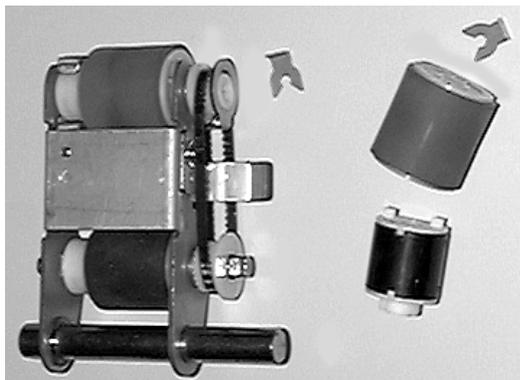

Figure 4-45 Kit du rouleau d'entraînement de l'imprimante
1. Déballez le kit du nouveau rouleau d'entraînement de l'imprimante (référence : C5633A). Reportez-vous à la Figure 4-45.